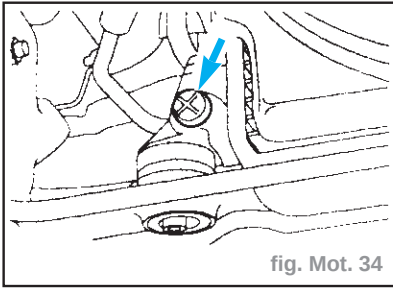

fig. Mot. 34
- Ouvrir le robinet de vidange du radiateur pour vidanger le liquide de refroidissement (fig. Mot. 34).